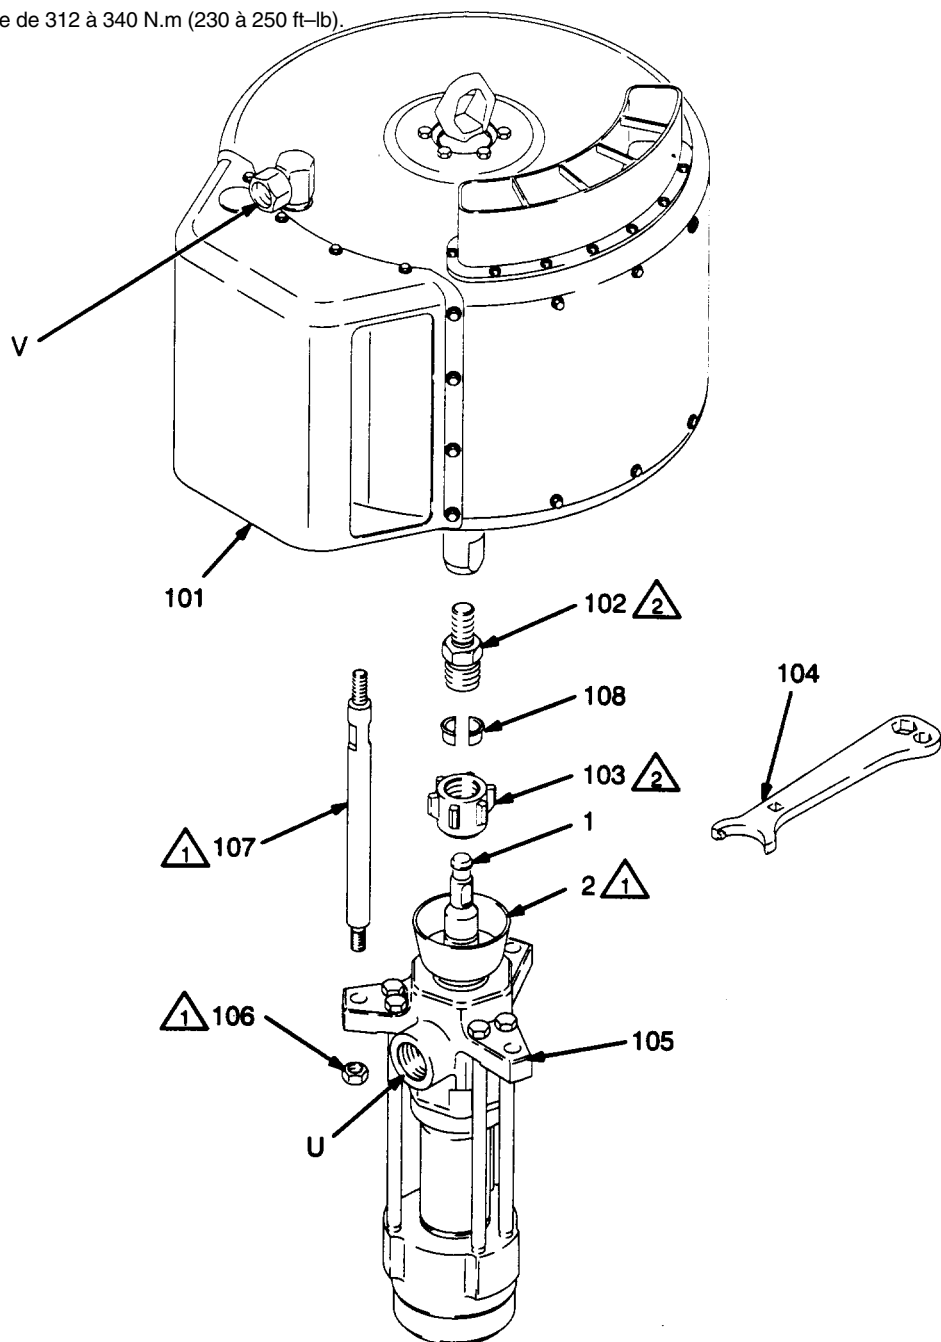

Fig. 4
4. A l'aide d'une clef à molette (ou d'un marteau et d'un pointeau), dévisser l'écrou d'accouplement (103) de l'adaptateur de la tige de connexion (102). Déposer les bagues d'accouplement (108). Faire attention à ne pas les laisser tomber et à ne pas les perdre. Voir Fig. 4.
5. Saisir les méplats des tiges de liaison à l'aide d'une clef, pour empêcher les tiges de tourner. Dévisser les écrous (106) des tiges de liaison (107). Avec précaution, extraire le bas de pompe (105) du moteur pneumatique (101).
1. Visser l'adaptateur de la tige de connexion (102) sur l'arbre du moteur pneumatique. Maintenir l'arbre du moteur par ses méplats, à l'aide d'une clef, pour l'empêcher de tourner, et serrer l'adaptateur au couple de 312 à 340 N.m (230 à 250 ft-lb). Voir Fig. 4.
2. Visser les tiges de liaison (107) dans la base du moteur pneumatique (101). A l'aide d'une clef, serrer les tiges par leurs méplats, au couple de 129 à 142 N.m (95 à 105 ft-lb).
3. S'assurer que l'écrou d'accouplement (103) et les bagues d'accouplement (108) sont en place sur la tige de piston (1).
4. Faire appel à au moins deux personnes pour maintenir le bas de pompe pendant qu'une troisième réaccouple le bas de pompe au moteur (Voir **ATTENTION**, ci-contre). Orienter la sortie de pompe (U) par rapport à l'entrée d'air (V) comme indiqué à l'étape 3 du paragraphe **Dépose du bas de pompe**. Positionner le bas de pompe (105) sur les tiges de liaison (107).
5. Visser les écrous (106) sur les tiges de liaison (107) et serrer au couple de 129 à 142 N.m (95 à 105 ft-lb).
6. Mettre en place l'écrou d'accouplement (103) sur l'adaptateur de la tige de piston (102) sans le serrer. Maintenir les méplats de la tige de connexion à l'aide d'une clef pour empêcher la tige de tourner. A l'aide d'une clef à molette, serrer l'écrou d'accouplement, au couple de 312 à 340 N.m (230 à 250 ft-lb).
7. Rebrancher tous les flexibles. Rebrancher le fil de terre s'il a été débranché au cours de la réparation. Remplir la coupelle de presse-étoupe / l'écrou de presse-étoupe (2) au tiers de liquide d'étanchéité Graco pour coupelle de presse-étoupe, ou de solvant compatible.
9. Avant de remettre la pompe en production, appliquer la **Procédure de Décompression**, page 11. Resserrer l'écrou de presse-étoupe (2) au couple de 129 à 142 N.m (95 à 105 ft-lb).